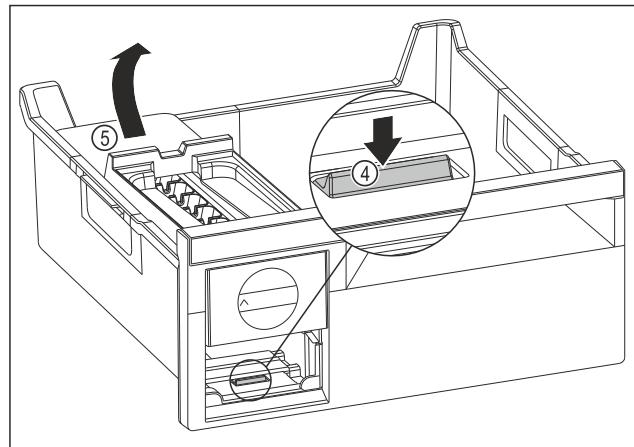

Fig. 76
- Извлеките корпус EasyTwist-Ice: Надавите пальцем вниз на накладку Fig. 76 (4) и одновременно другой рукой поднимите корпус EasyTwist-Ice Fig. 76 (5) сзади.